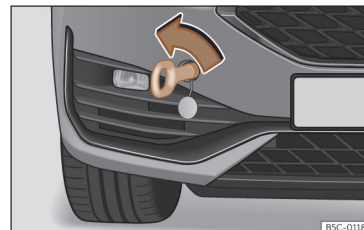

Fig. 49 Parte derecha del paragolpes delantero: argolla de remolque enroscada.
- Enrosque la argolla de remolque en el alojamiento girándola al máximo en el sentido contrario al de las agujas del reloj»» **fig. 49**